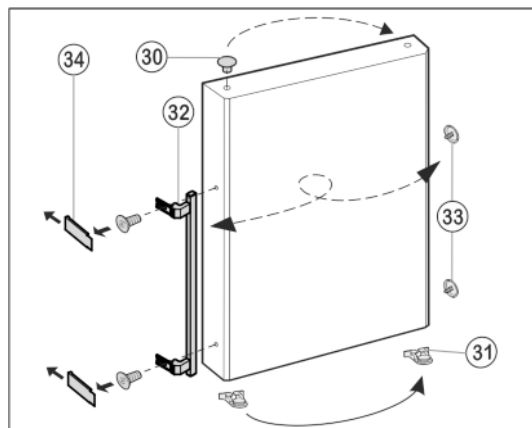

Fig. 12
- ▶ Estrarre il tappo Fig. 12 (30) dall'alloggiamento del supporto della porta e spostare.
- ▶ Smontare la maniglia della porta, i Fig. 12 (32), tappi Fig. 12 (33) e le piastre di spinta\* Fig. 12 (34) e spostare sul lato opposto.